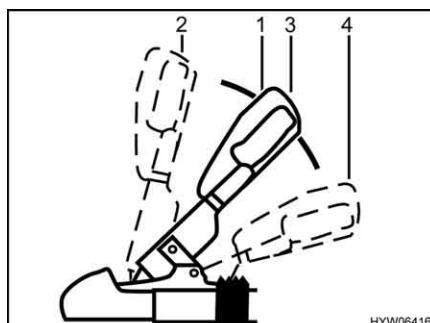

Fig. 2 Gancio di sicurezza
- Tirare la maniglia del gancio (Fig. 2,1) verso l'alto in posizione "aperto" (Fig. 2,2). Il gancio di sicurezza è aperto.
- Applicare il gancio di sicurezza aperto sulla sfera del traino della motrice e rilasciare la maniglia del gancio. La maniglia ritorna automaticamente nella posizione iniziale (Fig. 2,3).
- Attivare il dispositivo di stabilizzazione. A tal fine, premere la maniglia del gancio dalla posizione chiusa (Fig. 2,3) verso il basso (Fig. 2,4) fino all'arresto.
Per spegnere il dispositivo di stabilizzazione, p. es. in caso di manovra, tirare lentamente verso l'alto la maniglia del gancio (Fig. 2,1) fino alla posizione chiusa (Fig. 2,3).